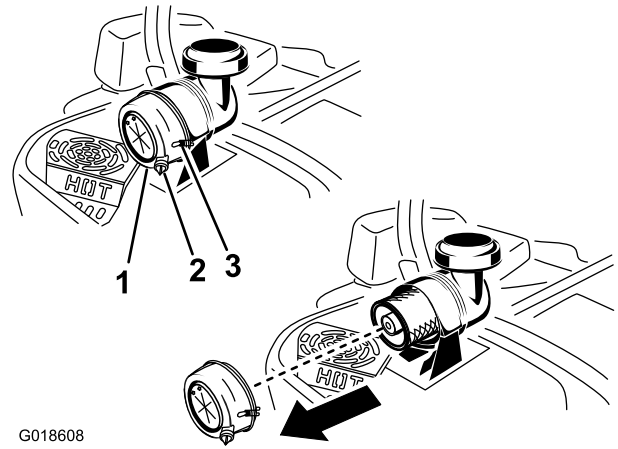

図 15
1. エアフィルタのカバーをエアフィルタハウジングに固定しているラッチ2つを外す 図 15。
2. ラッチをしっかりと掛ける 図 15。